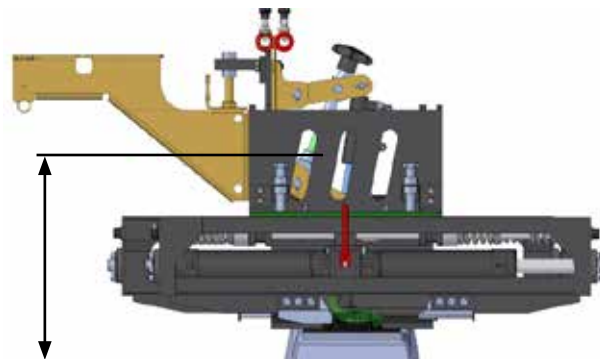

Fig 95. Parallellt med rälsen
3. När det är korrekt justerat skall arbetshuvudet vara parallellt med rälsen enligt Fig 95.